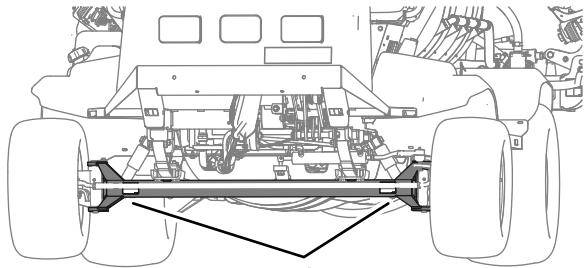
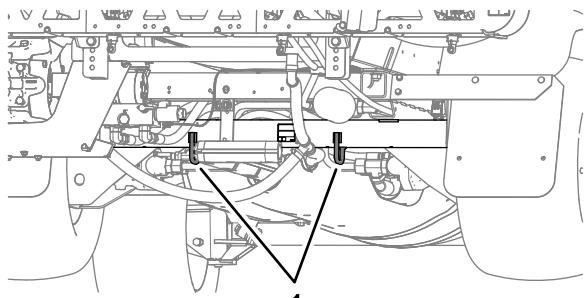

図 46
図 47
- 本機をトラックなどに載せて確実に固定する図 46と図 47に示すロープ掛けポイントを利用する。